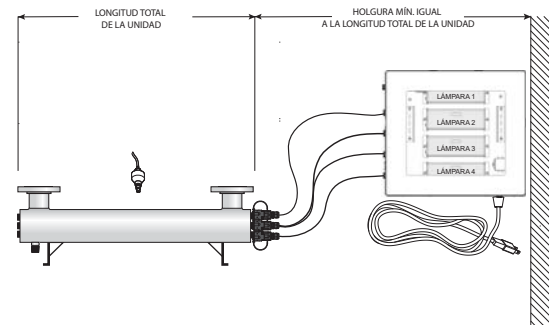

Figura 2 Sistema de desinfección
- En la Figura 2 se muestra la instalación de un sistema de desinfección típico y los componentes relacionados que se pueden usar para la instalación. Se recomienda el uso de un conjunto de desvío en el caso de que el sistema requiera mantenimiento "fuera de línea". En dicho caso, tenga en cuenta que el sistema requiere una desinfección adicional para el sistema de distribución si se usa agua durante la condición de desvío. Además, durante el desvío, el agua NO se desinfectará y se deberá colocar físicamente la etiqueta "NO CONSUMIR EL AGUA" en el conjunto de desvío hasta que el sistema se haya saneado y puesto en servicio nuevamente. Para obtener más información, consulte nuestro procedimiento de desinfección, Sección 3.1. Si el agua se va a consumir mientras el sistema está fuera de línea, se deberá hervir durante dos minutos antes del consumo.
- Seleccione una ubicación adecuada para el sistema de desinfección y sus componentes relacionados. Como se recomienda instalar un GFCI, asegúrese de que esto se tiene en cuenta antes de cualquier instalación. El sistema debe instalarse horizontalmente (vea la Figura 2). Cuando seleccione una ubicación de montaje, debe dejar suficiente espacio para que se puedan extraer las lámparas UV o las vainas tubulares de cuarzo (normalmente se debe dejar un espacio del tamaño de la cámara del reactor).